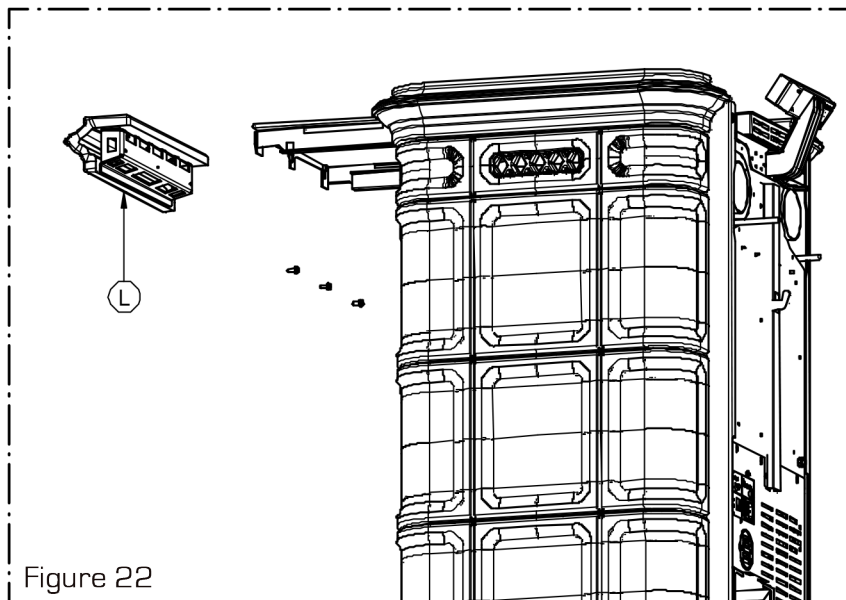

Figure 22
- Pour St Moritz uniquement : fixer la céramique frontale supérieure L avec les vis conservées lors du démontage (voir photo 13) (Figure 22). Pour Lienz et Montreux, se référer aux chapitres 4.3 et 4.4 avant de passer à l'étape suivante.